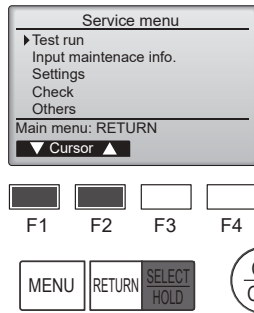

Fig. 6-3
- ③ Seleccione "Test run" (Modo prueba) con el botón [F1] o [F2], y pulse el botón [SELECT/HOLD] (Aceptar/Sujetar). (Fig. 6-3)